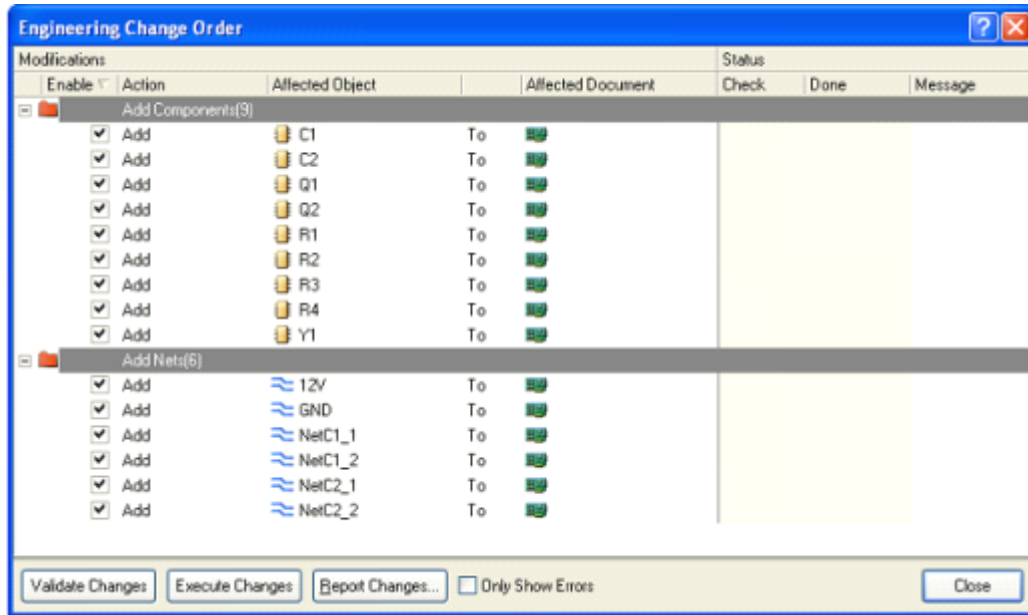

图6-14 信息导入
2. 选择 Design>>Update PCB Document (multivibrator.pcbdoc)。该工程被编译并且工程变更命令对话框显示出来，如图6-14所示。